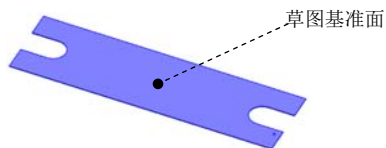
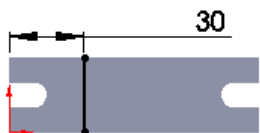

图 7.3.2 草图基准面
图 7.3.3 折弯线
Step3. 定义特征的折弯线。选取图 7.3.2 所示的模型表面作为草图基准面；在草绘环境中绘制图 7.3.3 所示的折弯线；选择下拉菜单 **插入(I)** → **退出草图** 命令，退出草绘环境，此时系统弹出图 7.3.4 所示的“绘制的折弯”对话框。